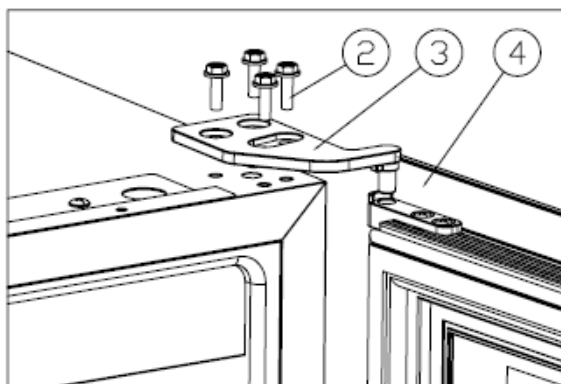

Figure 1
- Déserrez les vis ② de la charnière supérieure droite [Figure 1].